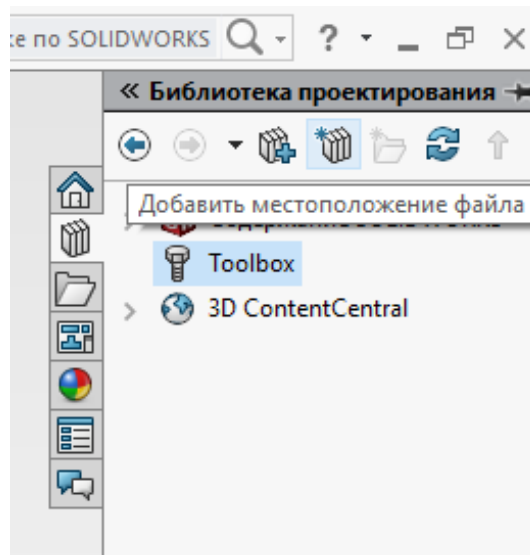

Рисунок 2 – добавление местоположения файла
2. Нажать на кнопку «Добавить местоположение файла» (рис. 2).